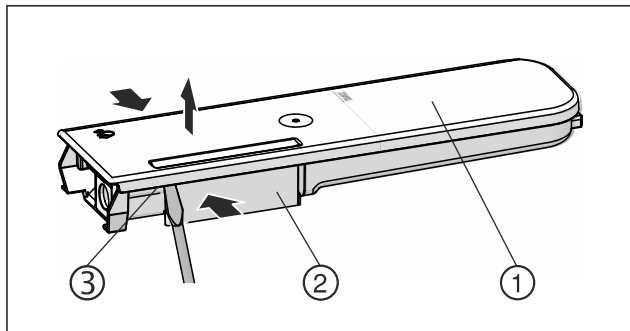

Fig. 128
- Presser le réservoir d'eau Fig. 128 (2) et faire levier pour lever précautionneusement le couvercle Fig. 128 (1) par les ergots Fig. 128 (3).
- Faire légèrement bouger le couvercle Fig. 128 (1) de l'avant vers l'arrière puis le retirer par le haut.